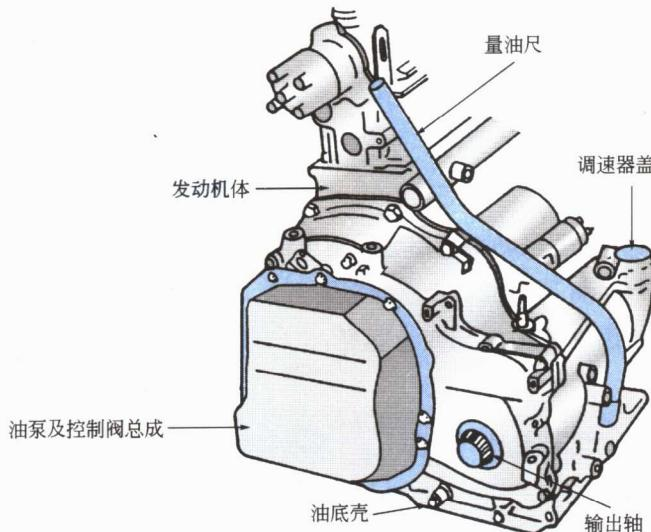

图 1-9 FF 式车所使用的 AT
(2) 使用于前置发动机前轮驱动(FF Type)自动变速器, 如图 1-9 所示, 因包含差速器及最后传动装置, 又称为自动联合传动器。